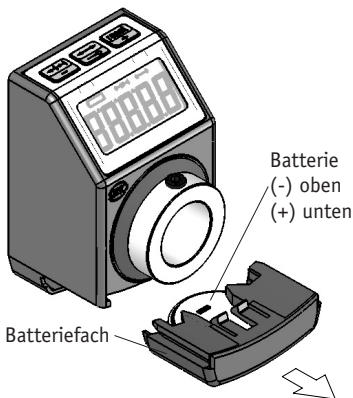

Abb. 4: Batteriewechsel
- Achten Sie beim Einsetzen der Batterie auf die richtige Polung (siehe Abb. 4). Bei falscher Polung geht die Programmierung verloren.
Zum Wechsel der Batterie folgende Schritte durchführen (siehe Abb. 4):